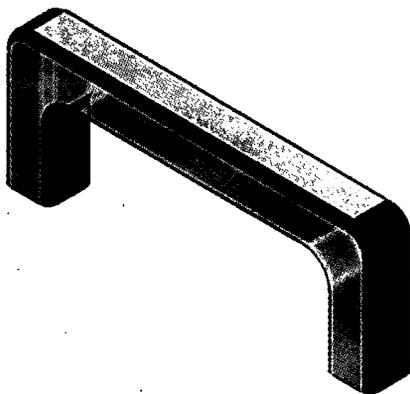

Рис. 14.8. Выбор сопряжений на детали
10. Зажмите **Ctrl** и щелкните по сопряжениям на существующей детали в браузере, как показано на рис. 14.8.